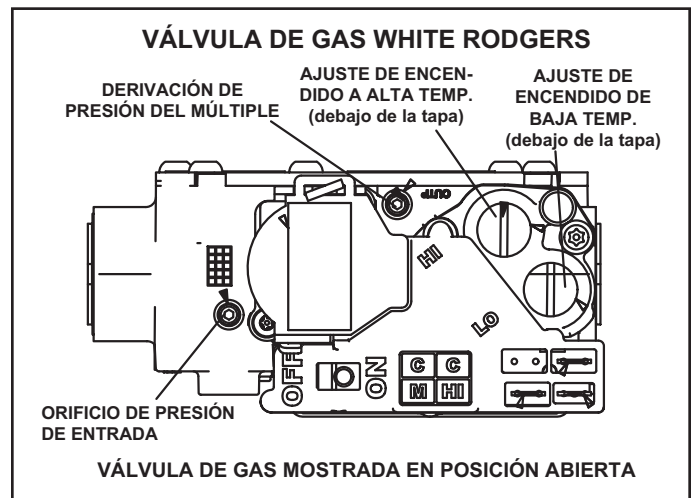

FIGURA 34
Operación de la válvula de gas (FIGURA 34)
- 6 - Mueva el interruptor de la válvula de gas a la posición APAGADO. No lo fuerce. Ver FIGURA 34.
- 8 - Mueva el interruptor de la válvula de gas a la posición ENCENDIDO. No lo fuerce. Ver FIGURA 34.
- 4 - Mueva el interruptor de la válvula de gas a la posición APAGADO. No lo fuerce. Ver FIGURA 34.
Un tapón roscado en la válvula de gas permite acceso a la presión de suministro. Ver FIGURA 34. Retroceda el tornillo hexagonal de 3/32 una vuelta, conecte un tubo de 5/16 y conéctelo a un manómetro para medir la presión de suministro. Ver la TABLA 19 para la presión de la línea de suministro.
Un orificio de presión del múltiple en la válvula de gas permite acceso a la presión del múltiple. Ver FIGURA 34. Retroceda el tornillo hexagonal de 3/32 una vuelta, conecte un tubo de 5/16 y conéctelo a un manómetro para medir la presión del múltiple.
- 4 - Haga ajustes si es necesario. La FIGURA 34 muestra la ubicación de los tornillos de ajuste de encendido de alta y baja temperatura.